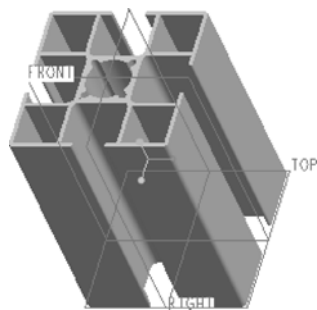

图 3-140 一种工业铝型材模型
- (6) 上机操作：绘制如图 3-140 所示的工业铝型材模型，具体尺寸由读者自行确定。